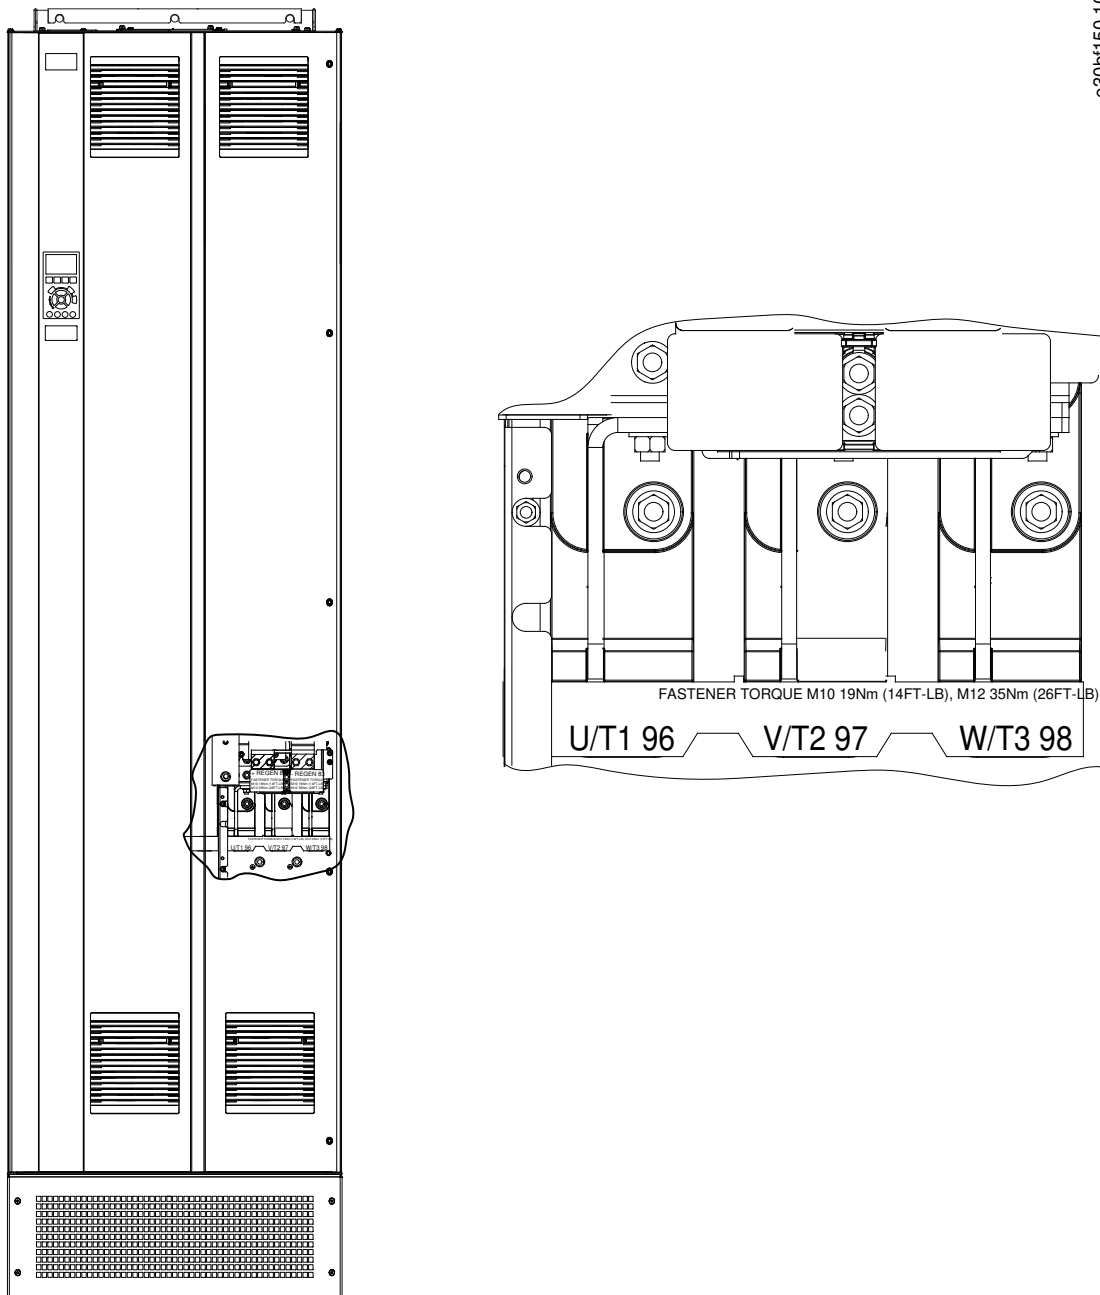

Ilustración 19: Terminales del motor de CA (se muestra el alojamiento E1h).
4. Conecte el cableado del motor trifásico a los terminales 96 (U), 97 (V) y 98 (W). Consulte el apartado Ilustración 19.